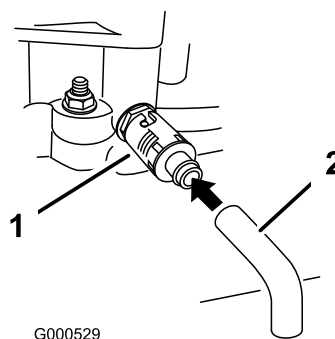

Bild 26
6. Stellen Sie ein Auffanggefäß unter den Ablassschlauch. Drehen Sie das Ölablassventil, damit das Öl herauslaufen kann (Bild 26).
8. Entfernen Sie den Ablassschlauch (Bild 26).